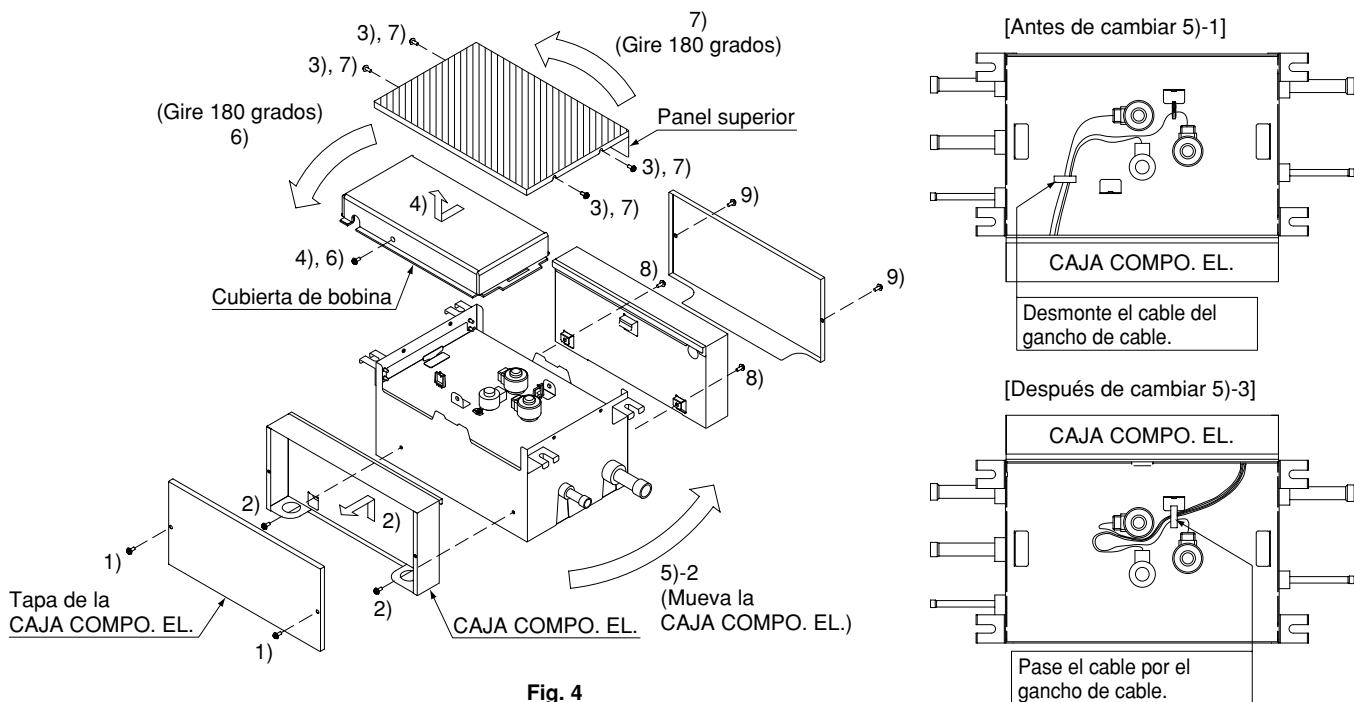

Fig. 4
(1) Cuando sea necesario, utilice el siguiente procedimiento para cambiar la superficie de montaje de la CAJA COMPO. EL. (Refiérase a la Fig. 4)